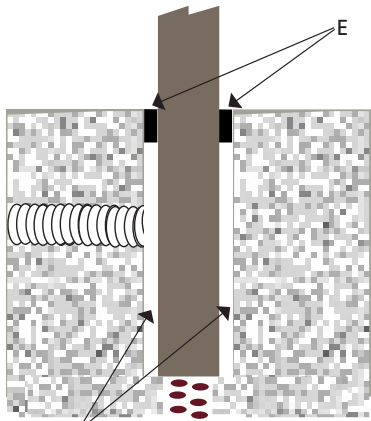

fig. 4
Riempire la cava D con sabbia e completare con un collarino in cemento E (fig.4). Inserire il cavo di alimentazione F facendolo sporgere circa 500mm dalla sommità del palo. (fig.5) La spelatura dei cavi deve essere eseguita come indicato in figura 6. Svitare i tre particolari G del giunto di connessione H (fig.7). Eseguire i collegamenti elettrici al morsetto M rispettando le polarità. Richiudere a fondo il giunto di connessione H come indicato in figura 7.
Remplir la gorge D avec du sable et terminer par un collier en ciment E (fig.4). Insérer le câble d'alimentation F en le laissant sortir d'environ 500mm à l'extrémité du poteau (fig.5). Dégainer les câbles comme indiqué dans la figure 6. Desserrer les trois pièces G du joint de connexion H (fig.7). Effectuer les branchements électriques sur le bornier M en respectant les polarités. Serrer à fond le joint de connexion H comme indiqué dans la figure 7.
Fill hole D with sand and finish off by pouring a concrete collar E (fig. 4). Insert supply cable F paying attention that it protrudes by approximately 500 mm from the pole top (fig. 5). Cables should be peeled off as shown in figure 6. Unscrew the 3 parts G of the connection joint H (fig.7). Make electrical connection to terminal M paying attention to correct polarity. Fully close connection joint H as shown in figure 7.
Die Vertiefung (D) mit Sand füllen und mit einem Zementring (E) fertig stellen (Abb. 4). Danach das Speisekabel (F) so einziehen, dass es zirka 500 mm am Ende des Pfahls übersteht. (Abb. 5). Die Kabel gemäß Abb. 6 abisolieren. Die drei Teile G der Verbindung H abschrauben (Abb. 7). Die elektrischen Anschlüsse an den Klemmen M vornehmen. Die Verbindung H gemäß Abb. 7 wieder fest verschließen.